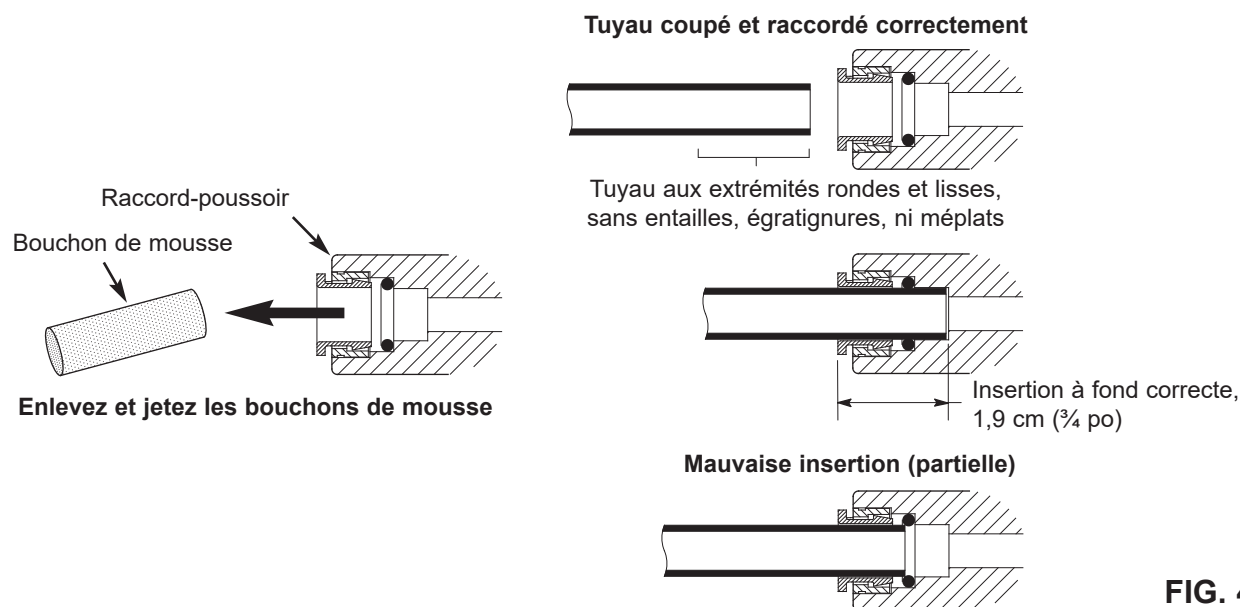

FIG. 4
**REMARQUE : Enlevez les bouchons de mousse de protection avant de raccorder les tuyaux (cf. Fig. 4). Jetez les bouchons.**